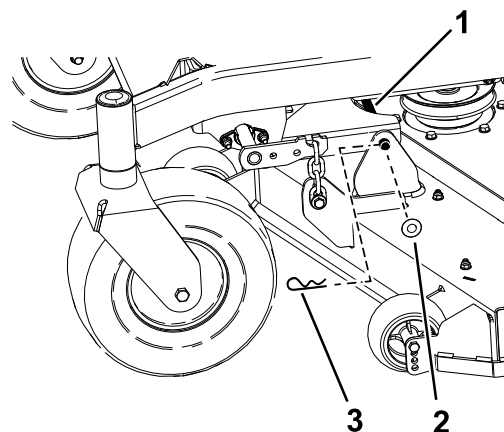

Figure 64
- Retirez la goupille fendue et la rondelle qui fixent la barre de liaison au cadre et au tablier, et enlevez la barre de liaison (Figure 64).
9. Fixez la barre de liaison avec les goupilles fendues et les rondelles retirées précédemment (Figure 64).